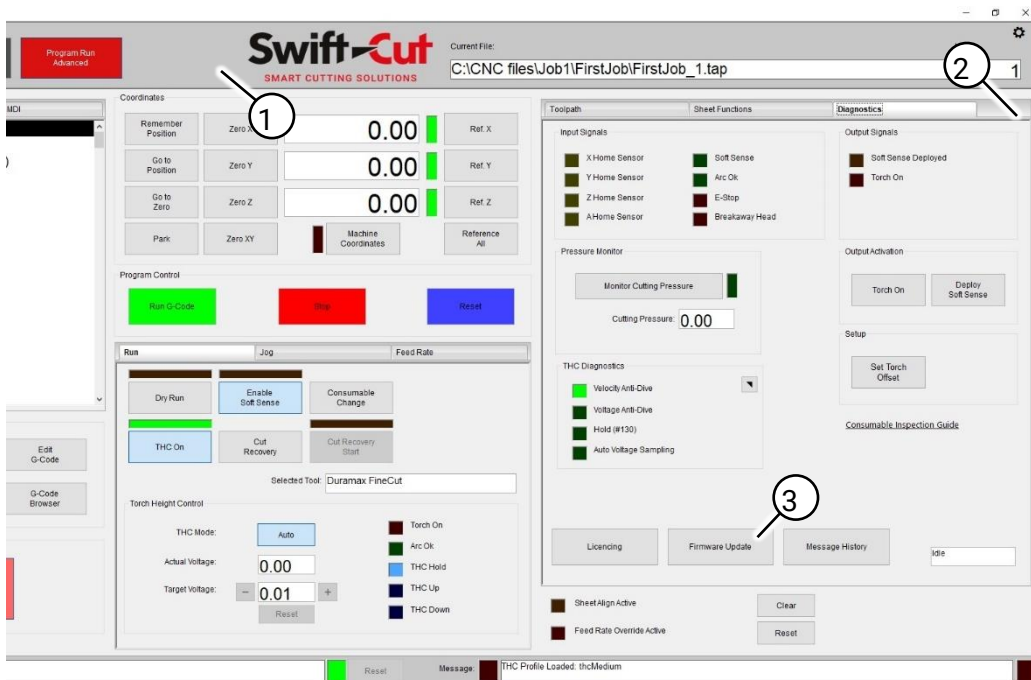

Fig. 35 Knop 'Licensing'
2. Klik op de rode knop 'Program Run Advanced' om het bijbehorende venster weer te geven (Fig. 35 (1)). Selecteer 'Diagnostics' (Fig. 35 (2)) en klik dan op 'Licensing' (Fig. 35 (3)).